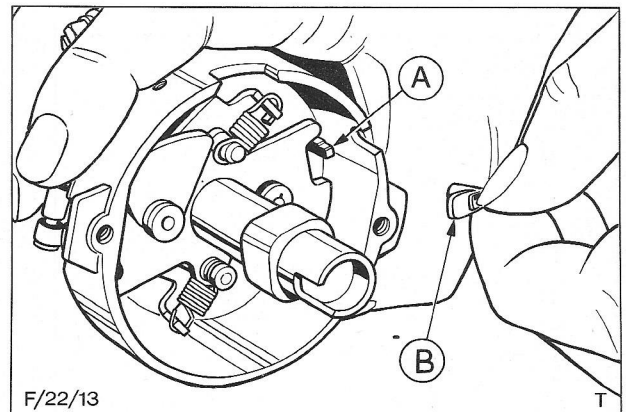

Fig. 56 Plaats vervroegingsgewichten en aanslag
14. Monteer de vervroegingsveren op de respectieve pennen, zie Fig. 56.
15. Monteer het plastic aanslagnokje, zie Fig. 56.